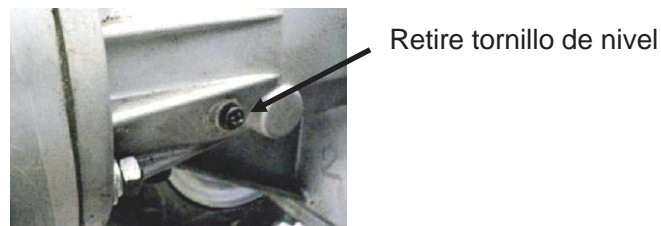

Figura 41
- 4) Quite la varilla de nivel (figura 41)